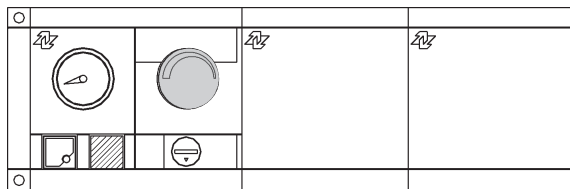

Fig. 5.3
- ställ in värmepannans termostat på den önskade temperaturen (fig. 5.3)